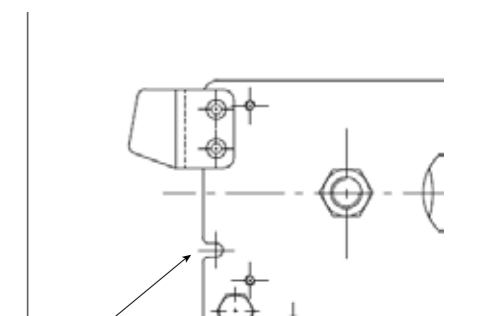

fig.80
**fig.80. In caso sia presente una linea alimentazione con carrelli sottotrave (E46\*), montare le viti 6x50 tramite i dati e le rondelle in dotazione, al fine di prevenire interferenze tra il carrello DMK e l'impianto elettrico.**